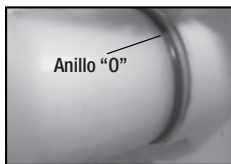

Figure 6
- 5) Aplique vaselina a los dos anillos "o" de la bomba del diafragma (fig. 5). Enrosque el montaje de la bomba de diafragma la base de cámara de presión (fig. 6) y asegúrese de que el anillo "o" quede asentado en la base de la cámara de presión hasta que el anillo no se vea más (fig. 7)